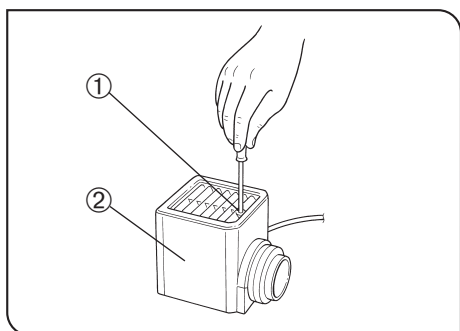

図 46
### 3 ハロゲンランプの取付け (図46～48)
- 5) ランプハウスを上からはめ込み、固定ねじ①を下に押付けながら締付けます。(図46)